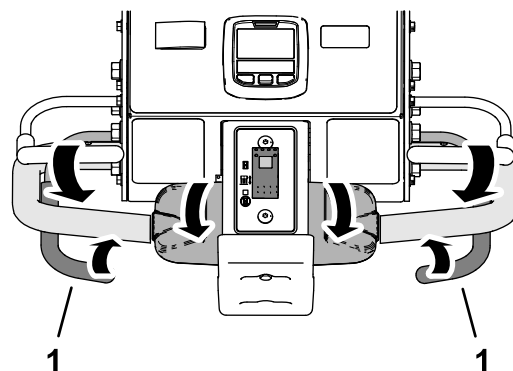

図 94
3. 左または右のエアレーションベイルを握り込む 図 94。